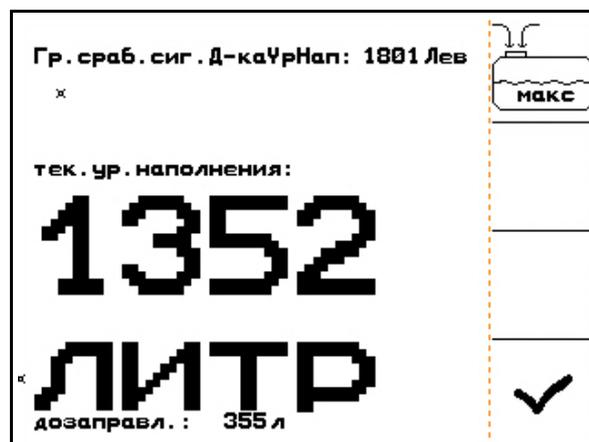

Рис. 84
1. Нажатием  вызовите меню "Наполнение" (Рис. 84).